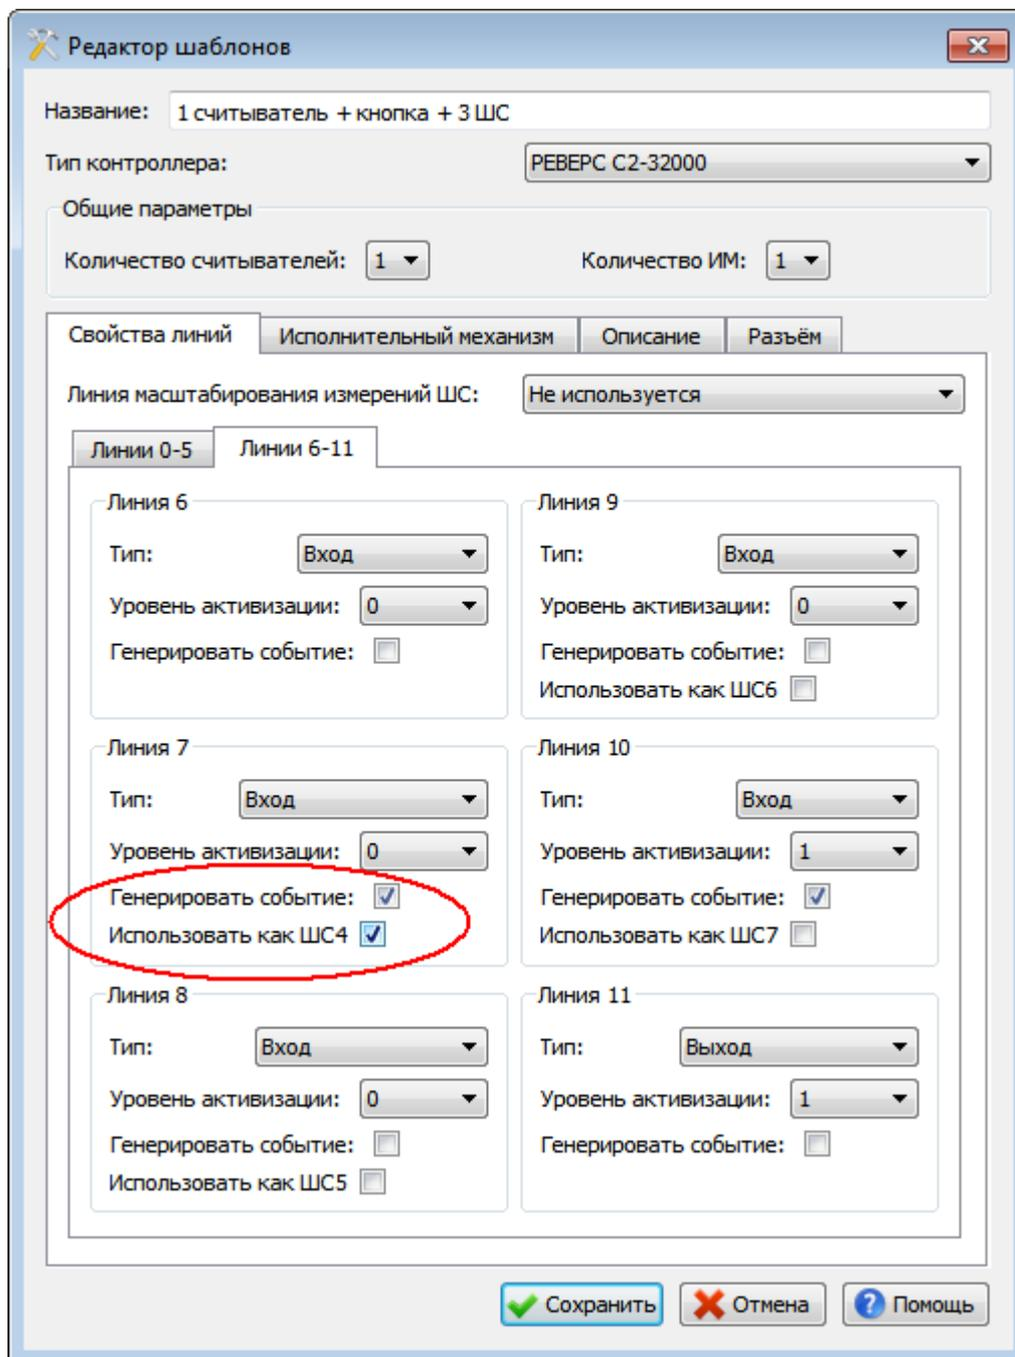

Рис. 26
- На вкладке «Линии 6 – 11» (Рис. 26) измените параметры Линии 7, установив флаги «Использовать как ШС» и «Генерировать событие».